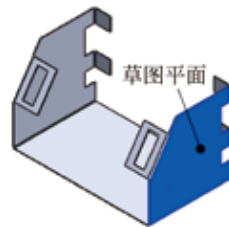
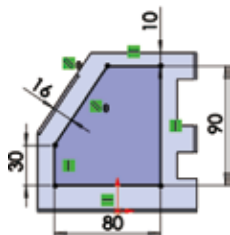

图 5.304 草图平面
图 5.305 截面草图
选择 **钣金** 功能选项卡中的 **切除/拉伸** 命令，在系统提示下选取如图 5.304 所示的模型表面作为草图平面，绘制如图 5.305 所示的截面草图。在“切除 - 拉伸”对话框 **方向 1 (D)** 区域的下拉列表中选择 **给定深度**，选中 ☒ **与厚度相等 (E)** 与 ☒ **正交切除 (N)** 复选框，单击 **✓** 按钮，完成“切除 - 拉伸 4”的创建。